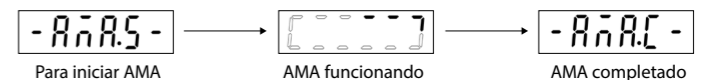

Ilustración 7: Indicaciones de estado de AMA
- Ajuste [1] Activar AMA completo o [2] Activar AMA reducido para el parámetro P4.2.1.3 Modo AMA; la pantalla principal muestra Para iniciar AMA; consulte la ilustración 7.